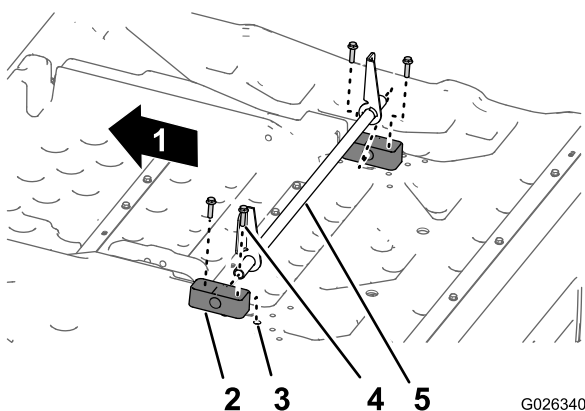

Figura 9
2. Inserite l'estremità del tubo del gruppo della staffa orientabile nel blocco di articolazione (Figura 9).
3. Montate l'altro blocco di articolazione sull'altra estremità del tubo della staffa orientabile (Figura 9).
4. Nel **nuovo** pianale, allineate i fori di un nuovo blocco di articolazione con gli inserti filettati nel pianale, attaccate il blocco con i 4 bulloni a testa flangiata (3/8 x 1-1/2 poll.) e serrate i bulloni manualmente (Figura 9).